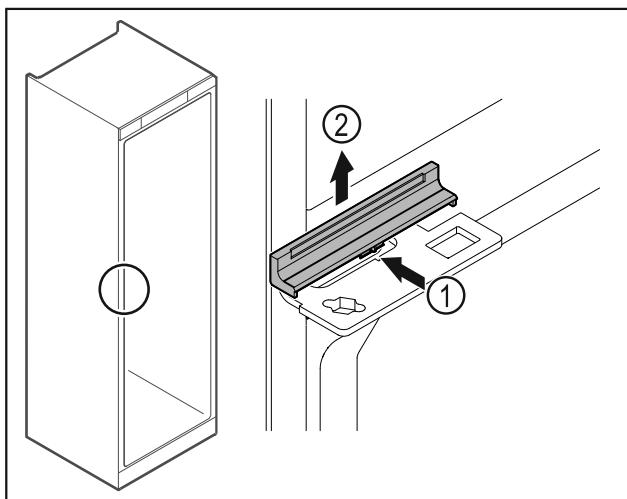

Fig. 47
- Πιέστε το κάλυμμα Fig. 47 (1) ελαφρά στο κέντρο και αφαιρέστε το προς τα επάνω Fig. 47 (2).